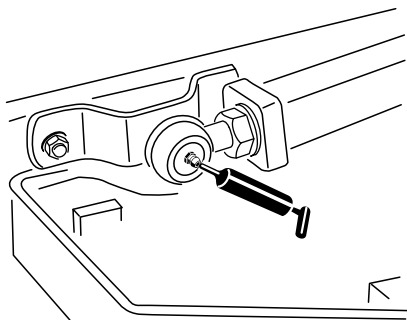

Bild 64
- Zwei Hubarm-Kugelgelenke (Bild 64)